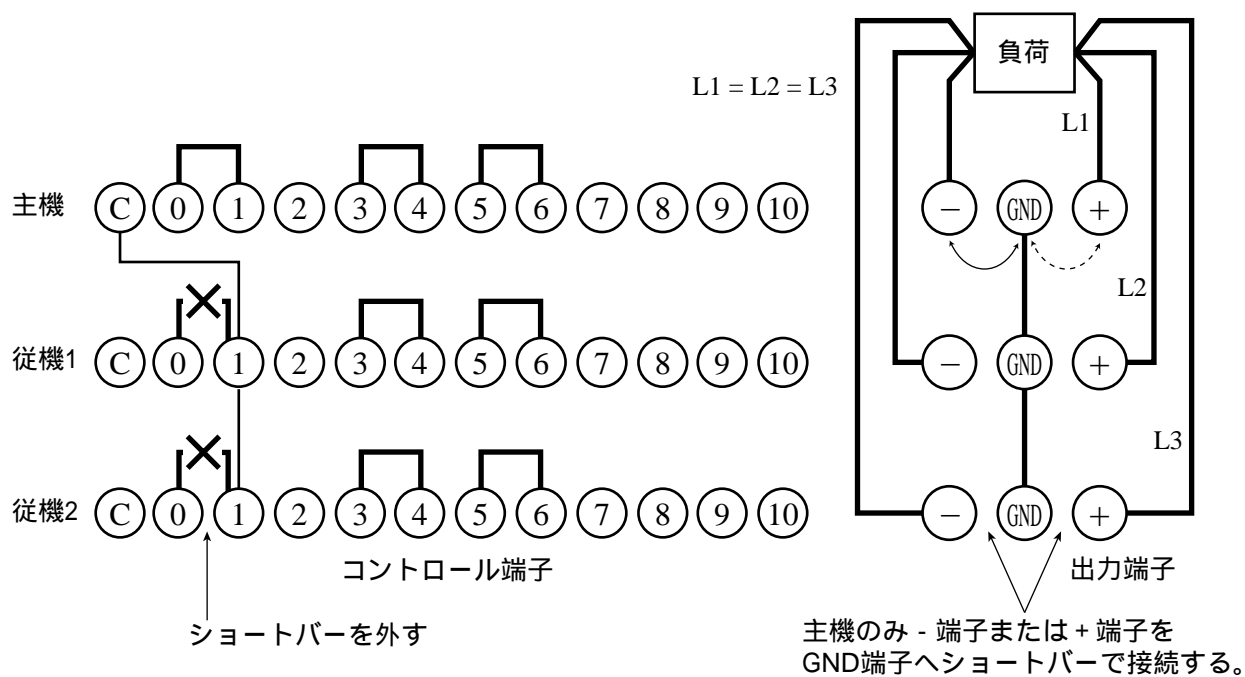

図 4-16 ワンコントロール並列運転の接続
7. 図 4-16 のように主機と従機および負荷を接続します。